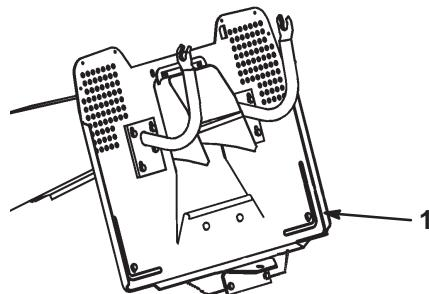

Bild 17
2. Installieren Sie die Zusatzeräte an der Anbauvorrichtung, die sich hinten am Traktor befindet (Bild 17).